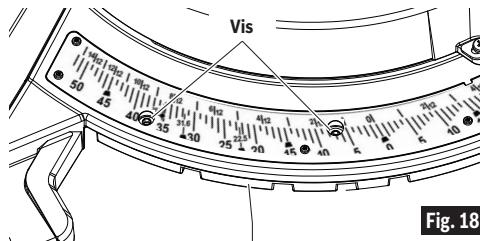

Fig. 18
- Localisez quatre trous ronds dans la plaque de l'échelle d'onglet. Il y a une vis dans chaque trou. Utilisez la petite extrémité de la clé hexagonale de 6/4 mm ou d'une clé hexagonale de 4 mm pour desserrer toutes les quatre vis d'un à deux tours. Ceci desserrera la plaque de détente d'onglet (voir Fig. 18).